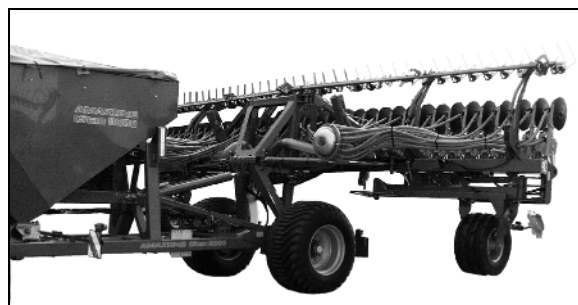

Fig. 109
3. Løsn gummistropperne (Fig. 109/1) med hægten til den sammenklappelige afdækning (Fig. 109/2).